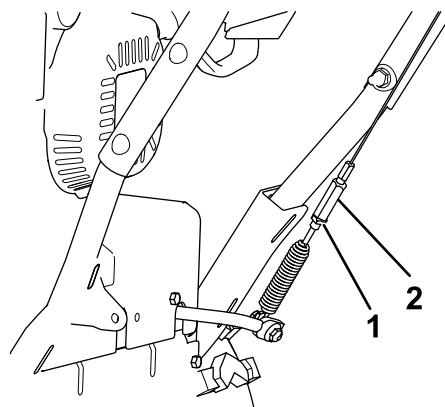

Figura 29
B. Afloje o apriete el tensor que ajusta la tensión del cable (Figura 29).